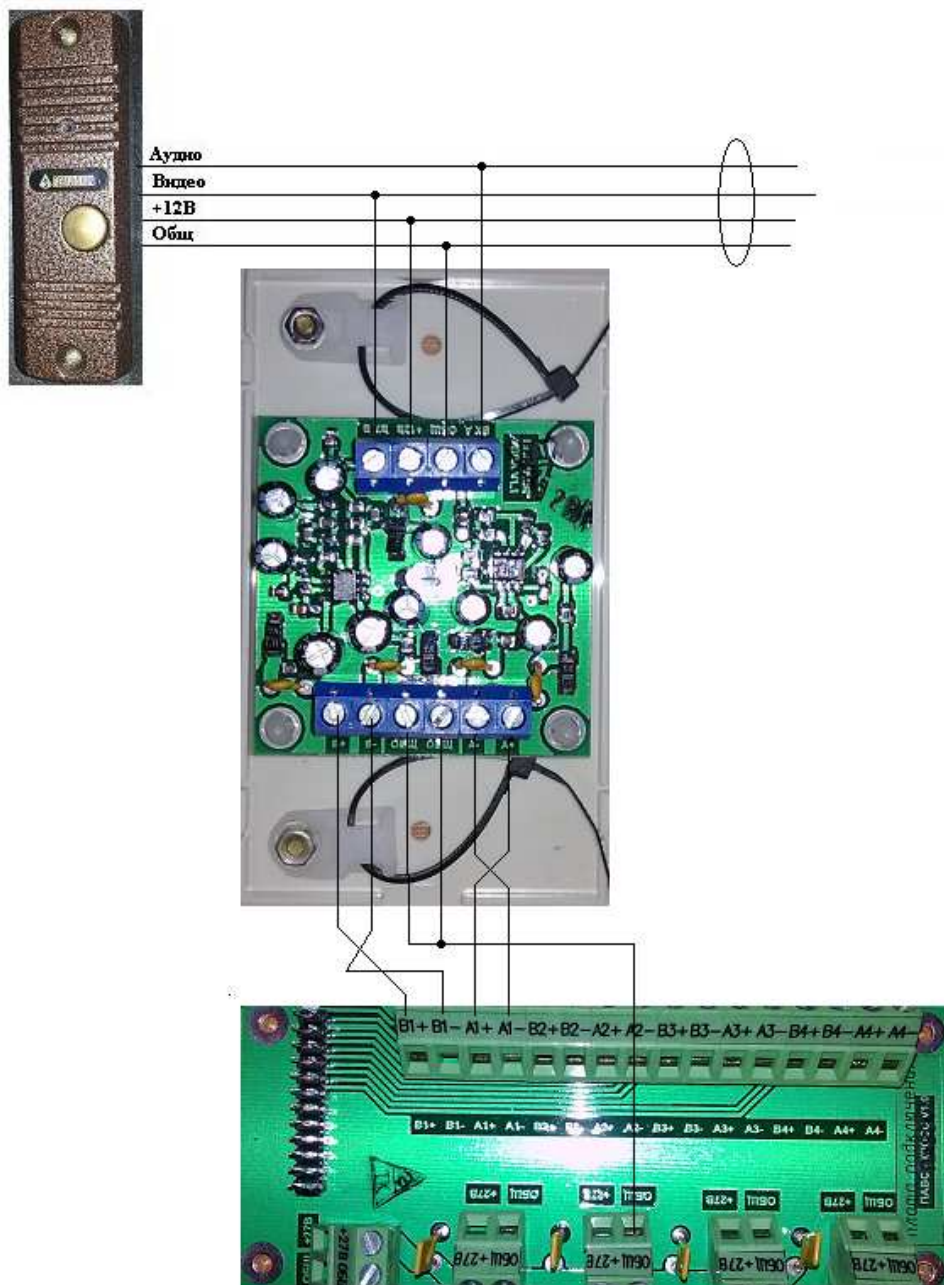

Рисунок 2. Подключение УПВД к видеодомофону и плате подключения ПАВС4.
3. Подсоедините цепи «Общ, ВХ А, ВХ В, +12В» от видеодомофона к соответствующим клеммам УПВД (согласно рис. 2 приложения).
В указанных кабелях одна витая пара используется для передачи аудиосигнала, вторая витая пара используется для передачи видеосигнала, остальные витые пары могут быть использованы для подключения цепи «Общ» (согласно рис. 2 приложения).